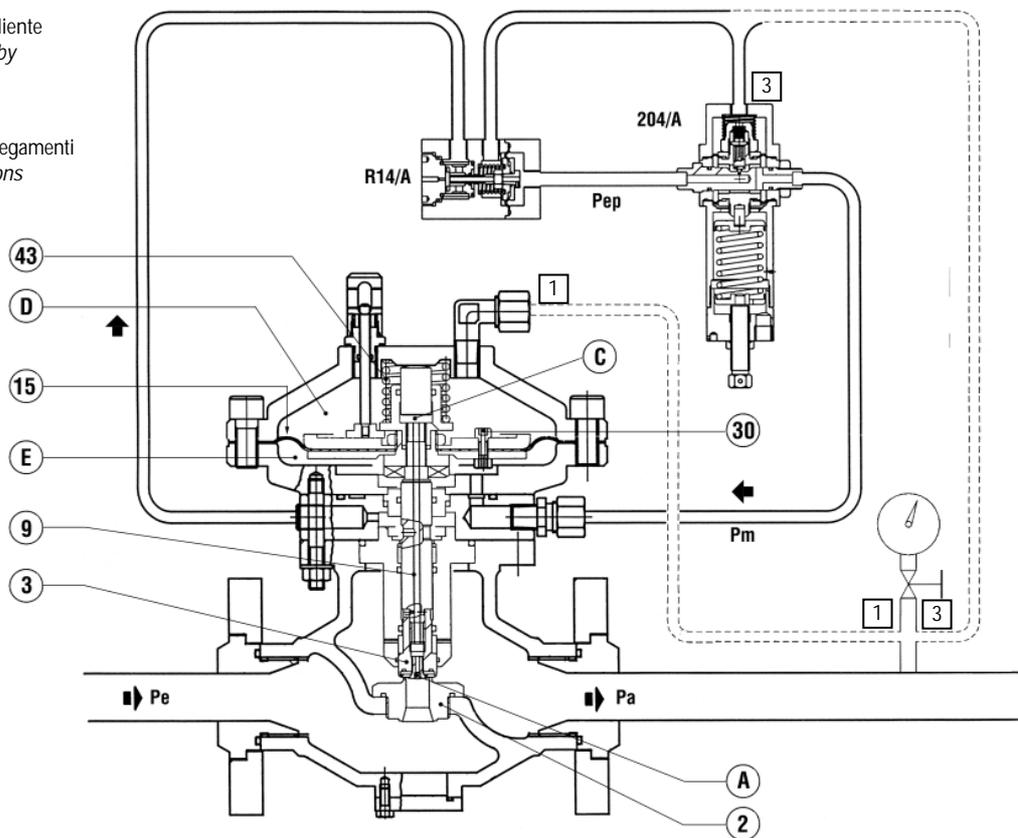
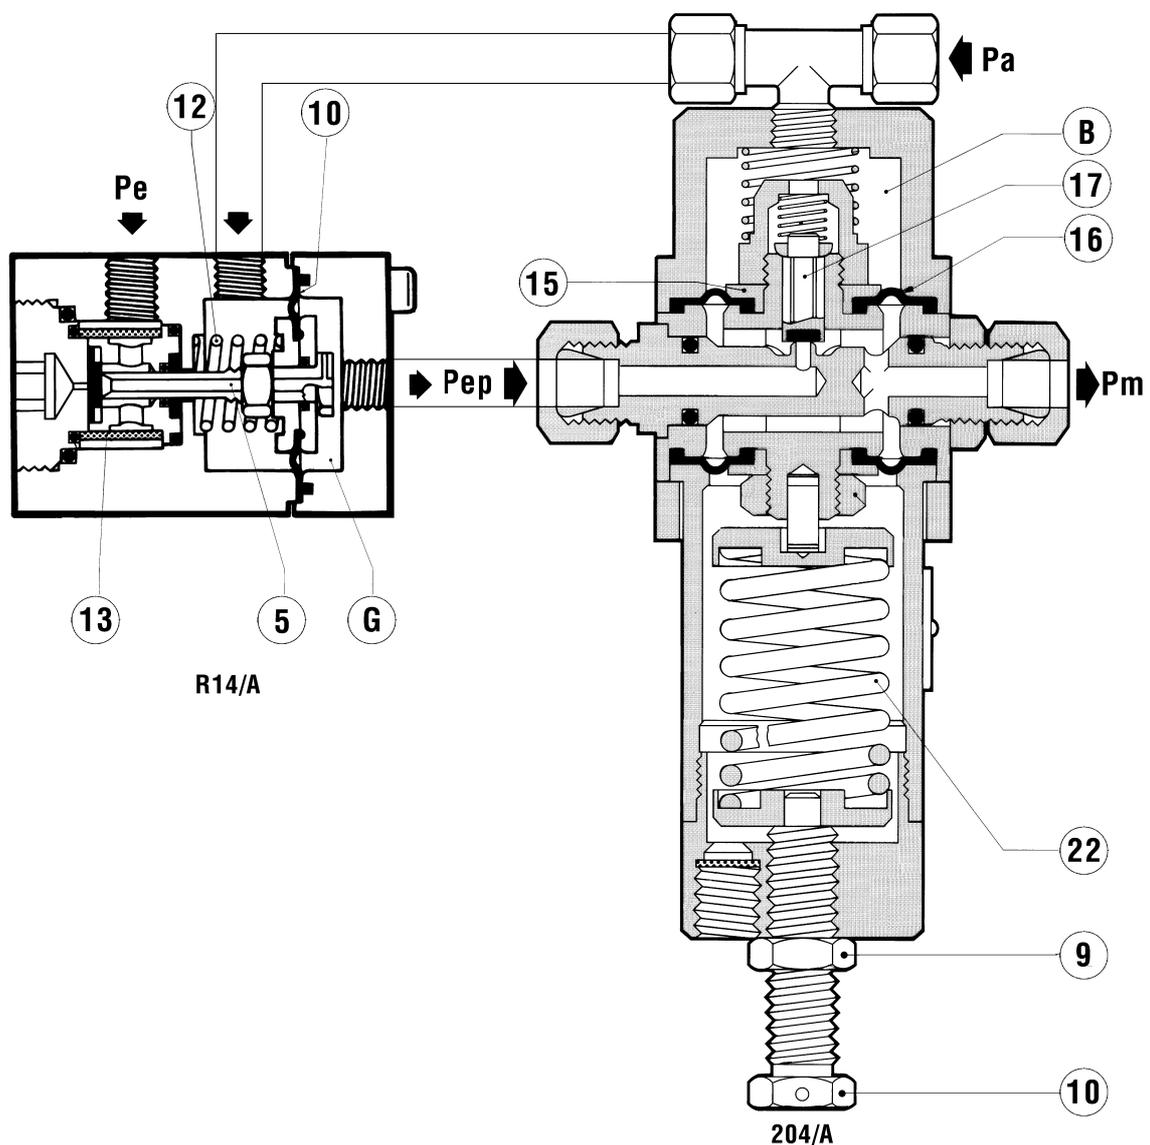

Fig. 1
Fig. 2
1.2 FUNZIONAMENTO (FIG. 1)
1.2 OPERATION (FIG. 1)
La pressione di motorizzazione è ottenuta prelevando gas dal regolatore alla pressione di monte. Il gas viene filtrato attraverso il filtro 13 e subisce una prima decompressione nel preriduttore R14/A (fig. 2) composto essenzialmente da un otturatore 5, da una molla 12 e da una membrana 10 fino ad un valore P_{ep} che dipende dalla pressione di taratura del regolatore. Dalla camera G la pressione P_{ep} passa quindi nel pilota 204/A che regola tramite l'otturatore 17 fino al valore P_m di immissione nella testata del regolatore. La regolazione di P_m si ottiene dal confronto tra la forza esercitata dalla molla di taratura 22 del pilota e l'azione della pressione regolata P_a agente nella camera B sulla membrana 16. La modifica della taratura viene effettuata ruotando la vite di regolazione 10; una rotazione in senso orario provoca un aumento della P_m e quindi della pressione regolata P_a ; viceversa per una rotazione in senso antiorario. Se per esempio, durante il funzionamento c'è una diminuzione di pressione di valle P_a (a causa dell'aumento della portata richiesta o della diminuzione della pressione di monte) si ha uno squilibrio nell'equipaggio mobile 15 del pilota, che si sposta provocando un aumento dell'apertura dell'otturatore 17. Aumenta di conseguenza anche il valore della pressione di motorizzazione P_m , che agendo nella camera E al di sotto della membrana 15 (fig. 1) determina uno spostamento verso l'alto dell'otturatore 3 e quindi l'aumento dell'apertura del regolatore fino a ripristinare il valore prestabilito della pressione regolata.
The motorisation pressure is obtained by drawing gas from the regulator at the upstream pressure. The gas is filtered through the filter 13 and is subjected to initial decompression in the pre-regulator R14/A (fig. 2) composed essentially of an obturator 5, a spring 12 and a diaphragm 10 to a value P_{ep} which depends on the pressure set-point of the regulator. The pressure P_{ep} then passes from the chamber G through the hole F in the 204/A pilot which adjusts it by means of the obturator 17 until the inlet value, P_m , in the head of the regulator. The regulation of P_m is obtained by the comparison of the force exerted by the setting spring 22 of the pilot and the action of the regulated pressure, P_a , acting in the chamber B on the diaphragm 16. The set-point can be changed by turning the adjustment screw 10; clockwise rotation increases P_m and therefore the regulated pressure, P_a ; the opposite occurs when the ring is turned anticlockwise. If, for example, the downstream pressure, P_a , drops during operation (because of an increase in the requested flow rate or a drop in the upstream pressure) an imbalance occurs in the mobile assembly 15 of the pilot, which is displaced to increase the opening of the obturator 17. As a result, the motorisation pressure value, P_m , increases and, by acting in the chamber E under the diaphragm 15 (fig. 1), causes the obturator 3 to move upwards and therefore an increase in the opening of the regulator until the set-point of the regulated pressure is restored.